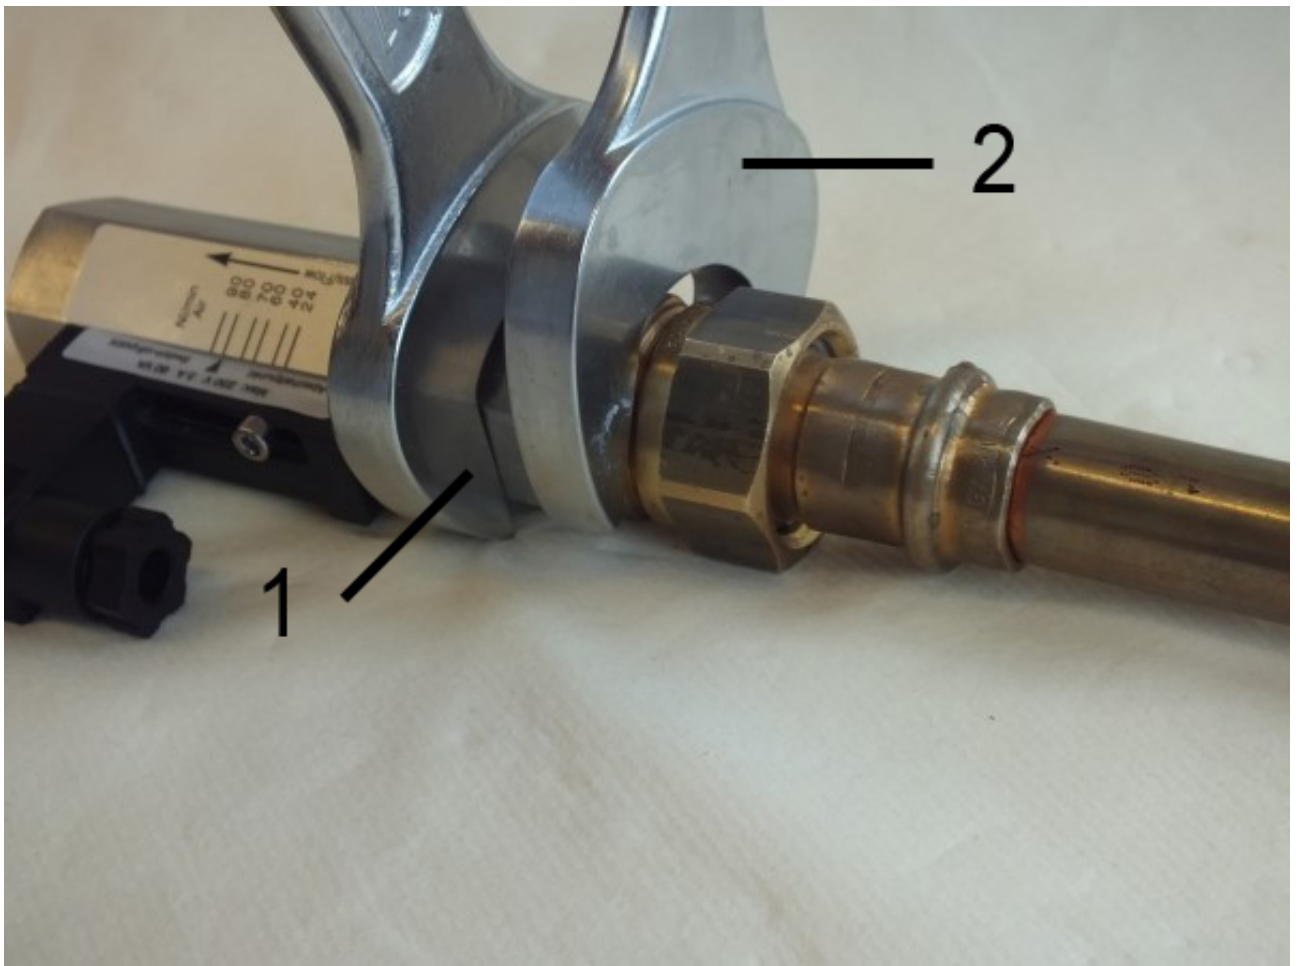

Abb. 11: Gerät einschrauben
2. ➔ Mit passendem Maulschlüssel (*Abb. 11/2*) die Übergangverschraubung der Rohrleitung eindrehen. Dabei den Gerätekörper mit einem passenden Maulschlüssel (*Abb. 11/1*) gegenhalten